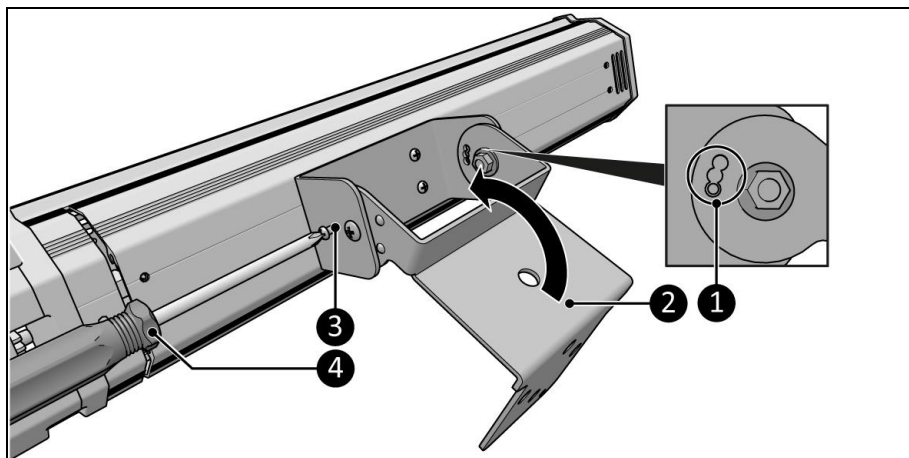

Figure 7
4. Déplacez le support de suspension (figure 7, pos. 2) et choisissez l'une des trois positions (figure 7, pos. 1).
5. Fixez l'appareil dans la position souhaitée à l'aide des petites vis (figure 7, pos. 3) et d'un tournevis cruciforme (figure 7, pos. 4).